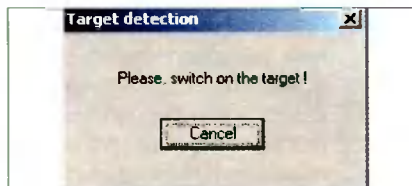

Рис. 4. Подключение к телефону
4. При появлении на экране диалогового окна, приведенного на рис. 4, примерно на 0,5 с нажимают клавишу включения телефона. При этом программа Monitor 6.8 начнет размещение в оперативной памяти телефона начального загрузчика.